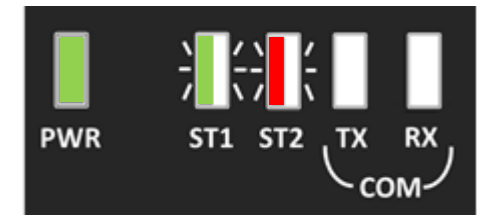

図12. ファームウェア更新中のランプ状態
**再起動後、自動的にSVセンサのファームウェア更新が行われる場合があります。ファームウェア更新中 (図12参照) はしばらくお待ちいただき、電源ランプのみ点灯となつてから、以降の設定を行ってください。(ファームウェア更新中は、電源を切らないようご注意ください。)**